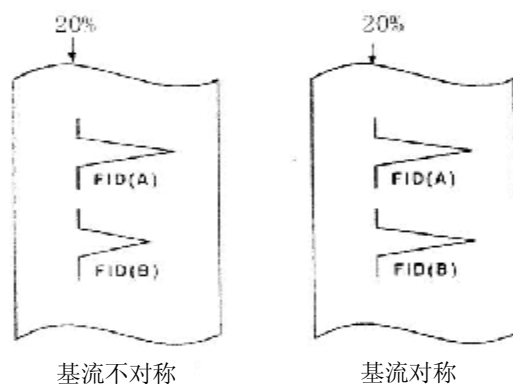

图 4-10 调正基流
取下 FID 放大器屏蔽盒输入端上的 Q9-50KJK 三通转接器（见图 3-5）。FID 放大器的灵敏度置  $10^9$  或  $10^8$ 。将 FID(A) 高频电缆线的端口直接接入 FID 放大器屏蔽盒输入端。调节“调零”旋钮，使 FID(A) 的基线至色谱数据处理设备的记录量程满刻度的约 20% 处。进样一个对 FID 有响应的单组份物质，使色谱数据处理设备产生一个峰形图（但不能使之过载，可调整色谱数据处理设备的量程值、样品浓度或进样量）。然后，取下 FID(A) 高频电缆线的端口，将 FID(B) 高频电缆线的端口直接接入 FID 放大器屏蔽盒输入端，切换正、负极性，调节“调零”旋钮，使 FID(B) 的基线与 FID(A) 的基线相接，重复上述步骤，可得 FID(B) 的峰形图。若峰高或峰面积不等，可通过调节各路氢气及载气使其相等。见图 4-10。